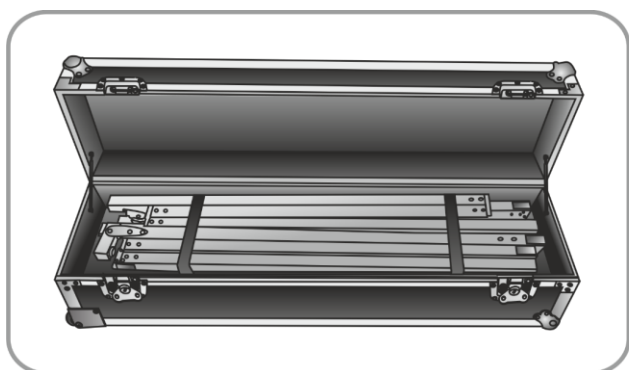
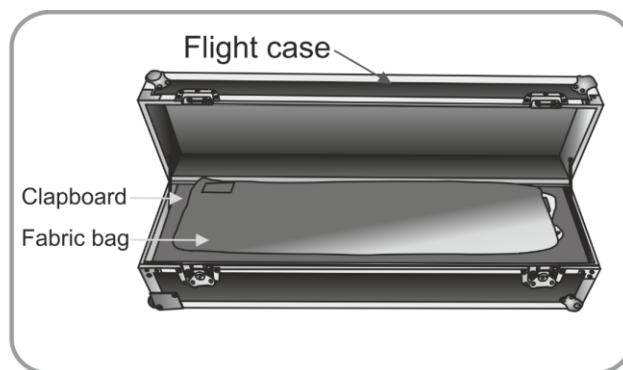

Fig. 27
Fig. 28
08) Mettere le gambe e il telaio principale all'interno del flight case e fissarli (Fig. 27). Mettere dentro la borsa degli accessori. Inserire l'asse di supporto e appoggiarci sopra la borsa del tessuto (Fig. 28).